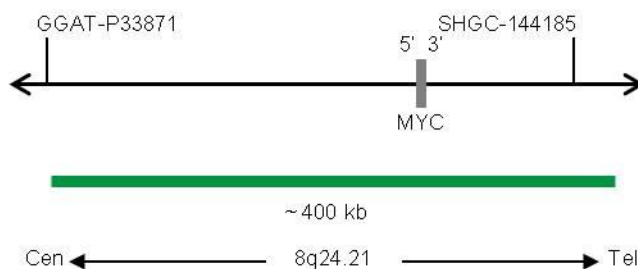

Fig. 1: Carte de la sonde SPEC MYC (pas à l'échelle)
- Polynucléotides marqués au ZyGreen (excitation 503 nm/émission 528 nm) (~10.0 ng/ μ l), qui ciblent une séquence de 8q24.21* (chr8:128,487,995-128,887,929) hébergeant la région génétique MYC (voir figure 1).